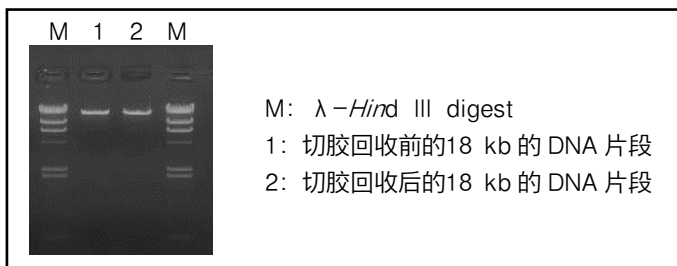

图 3. DNA 片段回收电泳图
2. 18 kb 的 PCR 片段起始量为 4 μ g 进行 1% 的琼脂糖凝胶电泳后, 使用本试剂盒回收纯化 DNA 片段, 然后取 1/10 量进行琼脂糖凝胶电泳, 其结果见图 3, 回收率高达 50% 以上。